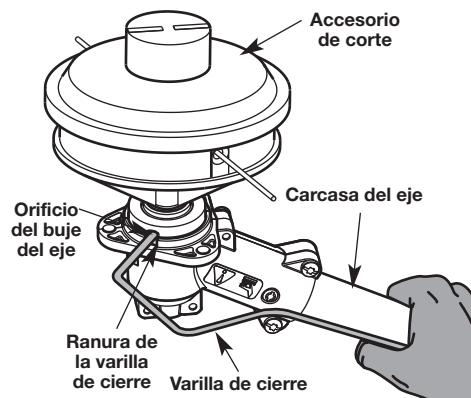

Fig. 16
- Mientras sostenga la varilla de traba, sujeté el cabezal de corte al eje de salida enroscándolo hacia la izquierda hasta que quede completamente asentado (Fig. 16).